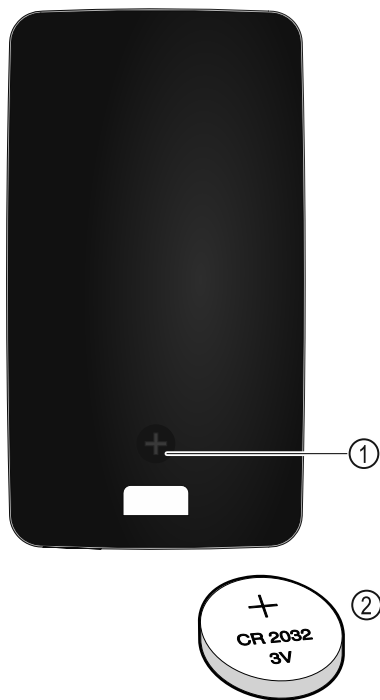

Fig. 230
遥控器由 3V 的 CR 2032 型电池供电 Fig. 230 (2)，该电池可从专业经销商处获得。
- ▶ 拧出遥控器背面的螺钉 Fig. 230 (1)。